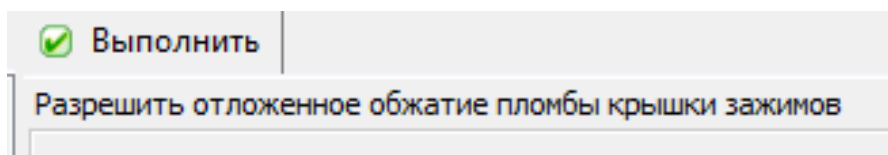

Рисунок 160 – Выполнение команды «Разрешить отложенное пломбирование»
6.14.11 Для перевода счетчика в режим отложенного пломбирования предусмотрена в ТПО *AdminTools* команда «Разрешить отложенное обжатие пломбы крышки зажимов» (см п.п. 6.14.21). Необходимо перейти на вкладку «Команды→Электронная пломба» и нажать кнопку «Выполнить» (Рисунок 160). При получении данной команды, в энергонезависимой памяти сохраняется признак разрешения.